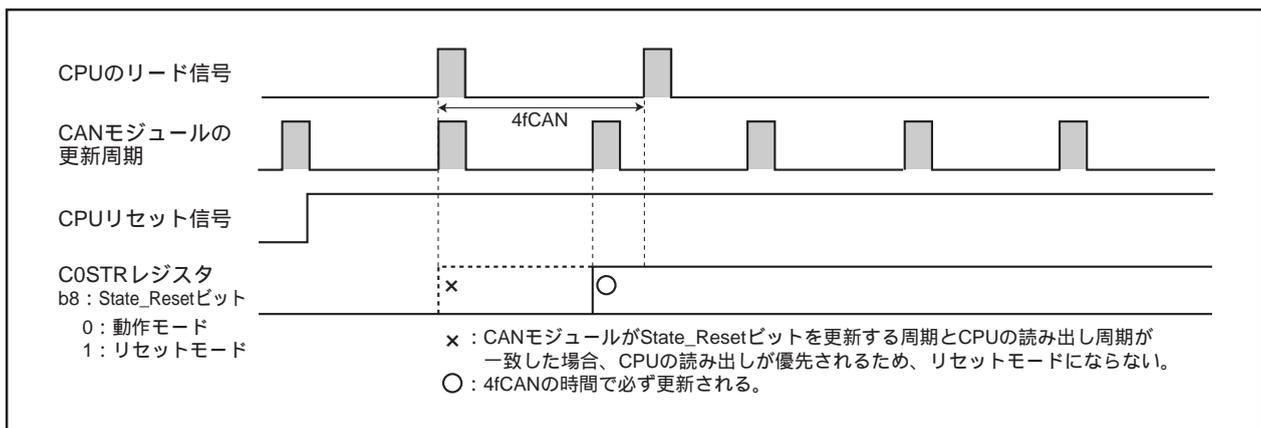

図23.7 CPUのポーリング周期を3fCANより長くした場合
- ・CPUがC0STRレジスタをポーリングする場合、3fCANより長い周期にする(「図23.7 CPUのポーリング周期を3fCANより長くした場合」参照)。